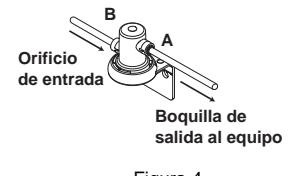
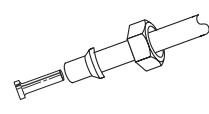

Figura 4
Figura 5
Sostenga la cabeza/sostenedor del filtro en dirección contraria a la pared, empuje el otro extremo de la tubería hacia el orificio de salida como lo indica la flecha en la cabeza/sostenedor del filtro (ver Figura 4, A.)
7. Tome la sección de tubería restante, deslice la tuerca hexagonal de compresión y la férrula de 3/8" (con el extremo cónico hacia afuera desde la tuerca hexagonal de compresión) en la tubería y coloque la inserción para tubo (ver Figura 5). Sujete este conjunto a la boquilla de salida de 3/8" de suministro de agua fría. No apriete demasiado (ver Figura 6). Apretar en exceso hará que la tubería se separe de su conexión. Conecte el otro extremo al lado del orificio de entrada, como lo indica la flecha que aparece en la cabeza/sostenedor del filtro (ver Figura 4, B.).